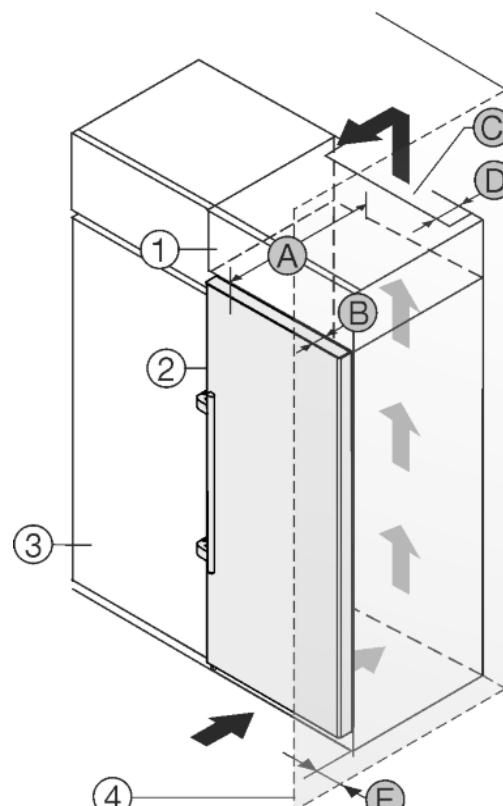

Fig. 23
Пристрій можна комбінувати з кухонними шафами. Для того, щоб пристрій Fig. 23 (2) вирівняти по висоті кухонної секції, на пристрій можна встановити антресольну секцію Fig. 23 (1).
Пристрій можна встановлювати безпосередньо поряд з кухонною шафою Fig. 23 (3). Для повного відкриття дверей пристрій повинен виступати на глибину Fig. 23 (B) відносно передньої панелі кухонної шафи. Залежно від глибини кухонних шаф та використання пристінних розпірок пристрій можна встановити так, щоб він виступав вперед.
- Задня сторона антресольної шафи повинна мати вентиляційний канал глибиною Fig. 23 (D) вздовж всієї ширини шафи.
- Під стелею приміщення слід дотримуватися поперечного перерізу вентиляційного відведення повітря Fig. 23 (C).
Якщо пристрій з шарнірами встановлюється поряд зі стінкою Fig. 23 (4), то між пристроєм та стінкою слід додержуватися відстані Fig. 23 (E). Це відповідає виступу ручки при відкритих дверцях.